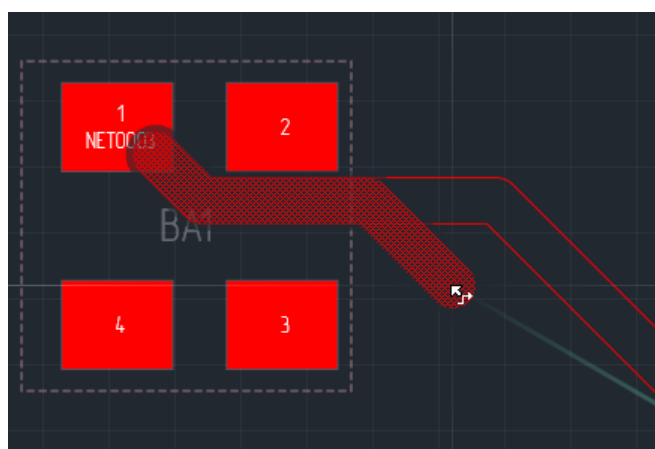

Рис. 159 Отображение возможного вида участка трека
1. Выбирается начало трека, после чего курсор перемещается в заданную точку, через которую нужно проложить трек. В этот момент на экране отображается возможный вид трека, предлагаемый трассировщиком, см. Рис. 159.